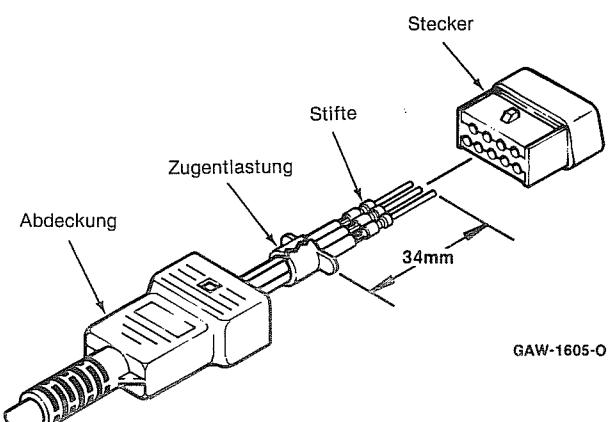

Abbildung 19
(2) Die Stifte aus dem dazugehörigen Isolierstück ziehen, die Zugentlastung aufspulen und entfernen. Kabel samt Stiften aus dem Steckergehäuse ziehen.
(3) Der Zusammenbau erfolgt in umgekehrter Reihenfolge. Dabei muß die Zugentlastung wieder ordnungsgemäß (wie in Abbildung 19) montiert werden.